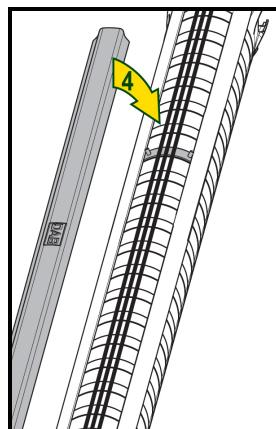

Рис.2
2. Проложите кабели двигателя (Рис. 2).
3. Закройте сверху кабели кабель-каналом (Рис. 2).